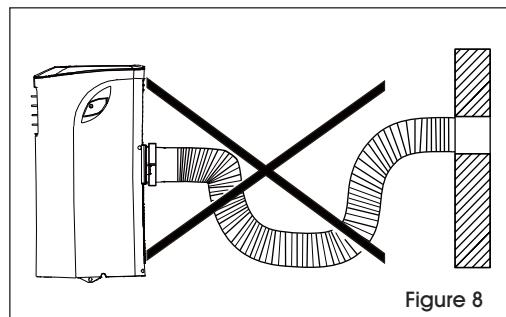

Figure 8
**NOTE:** Le tuyau peut être allongé de 38 cm à 150 cm (15 po à 59 po) à partir de sa longueur initiale, mais il est recommandé de garder la longueur au minimum nécessaire. Assurez-vous également que le tuyau ne présente pas d'angles prononcés ou d'affaissements. (Voir Figure 8)